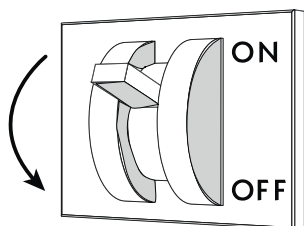

Fig. 27
- Desconectar la alimentación eléctrica del mueble mediante el interruptor seccionador general instalado en la pared ("Fig. 27").